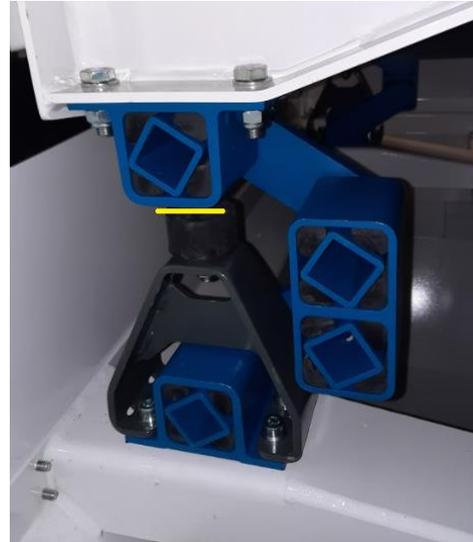

Abb. 11. Schüttler
ACHTUNG!! Der Vibrationsrahmen darf nicht in Kontakt mit dem Puffer des Endanschlags kommen. Dies ist in Abb. 11 mit einer gelben Linie dargestellt. Der Freiraum muss bei unbeladenem Schüttelrost 6 - 8 mm betragen, damit sich der Rost frei bewegen kann und es nicht zu Beschädigungen kommt.
Abhängig von der Betriebsstundenzahl und der verarbeiteten Menge, wird sich ein neuer Schüttler (blaues Bauteil aus Abb. 11) um einige Millimeter absenken. Bei einem neuen Schüttler dies über einen Zeitraum von einem halben Jahr wöchentlich kontrollieren. Wenn der Freiraum weniger als 6 mm beträgt, müssen folgende Schritte durchgeführt werden:
1. Schwarze runde Puffer lösen und Mutter entfernen (Abb. 11).